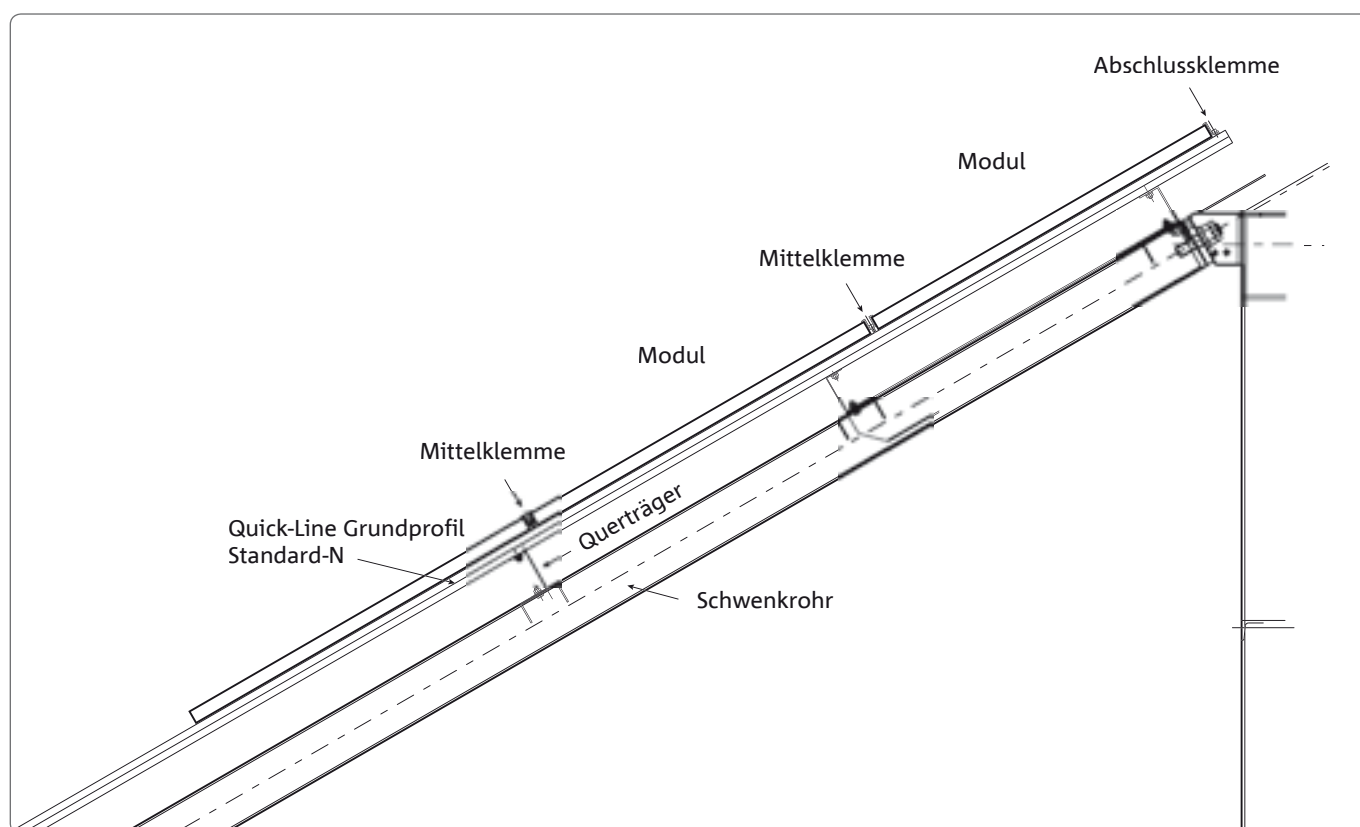

Abb. 2.1: Befestigung der Module
4. Installation wiederholen bis alle Module montiert sind. Oberste Reihe mit Abschlussklemmen sichern. (s. Abb. 2.1).